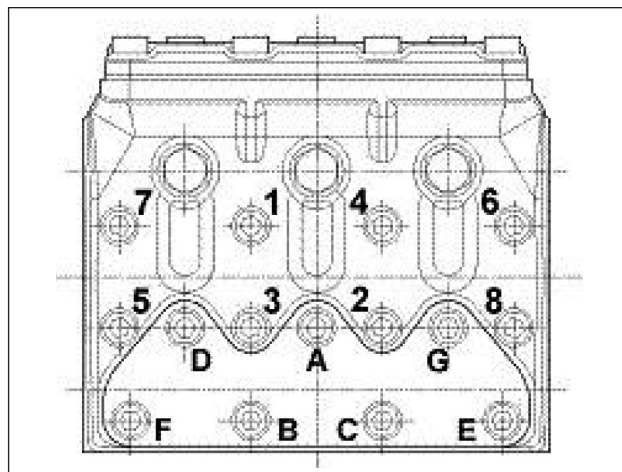

Fig. 24
- \*\* Le viti fissaggio testata devono essere serrate con chiave dinamometrica lubrificando il sottotesta rispettando l'ordine di Fig. 24.
- \*\*\* Le viti fissaggio coperchi valvole devono essere serrate con chiave dinamometrica lubrificando il sottotesta rispettando l'ordine di Fig. 24.